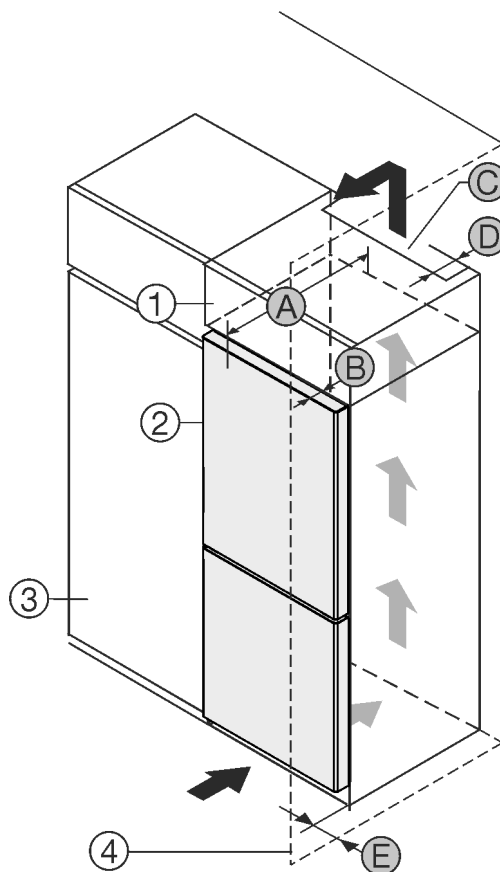

Fig. 1
Zariadenie môžete inštalovať priamo vedľa kuchynskej skrine Fig. 1 (3)\*.
Na zadnej strane nadstavnej skrine musí byť vetracia šachta s hĺbkou *Fig. 1 (D)* cez celú šírku nadstavnej skrine.\*
Pod stropom miestnosti sa musí dodržať prierez vetracieho otvoru *Fig. 1 (C)*.\*
Ak zariadenie nainštalujete so závesmi vedľa steny *Fig. 1 (4)*, tak vzdialenosť medzi zariadením a stenou musí byť minimálne 13 mm.\*
Ak zariadenie nainštalujete so závesmi vedľa steny *Fig. 1 (4)*, tak vzdialenosť medzi zariadením a stenou musí byť minimálne 20 mm.\*
Aby ste mohli dvere úplne otvoriť, zariadenie musí vyčnievať o hĺbku dverí *Fig. 1 (B)* prednej časti kuchynskej skrine. V závislosti od hĺbky kuchynských skrií *Fig. 1 (3)* a použitia dištančných držiakov na stenu môže zariadenie prečnievať ešte viac.\*